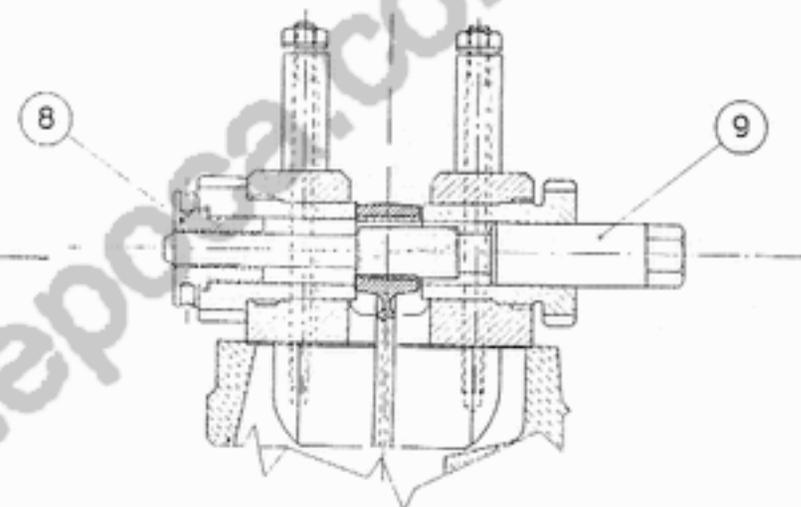

Fig. 41
- Montare nella bussola (3) la bussola mobile ad innesto eccentrico (8) di guida dell'alesatore (9) come illustrato nella fig. 41.